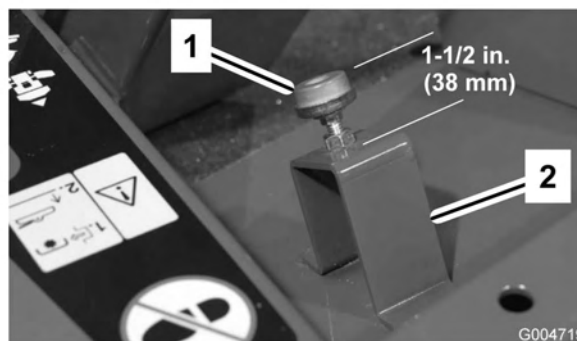

Figura 68
2. Verifique el ajuste del tope del pedal de tracción. La distancia desde la parte superior del soporte hasta la parte superior del tope debe ser de 38 mm (Figura 68). Afloje las tuercas y ajuste según sea necesario.